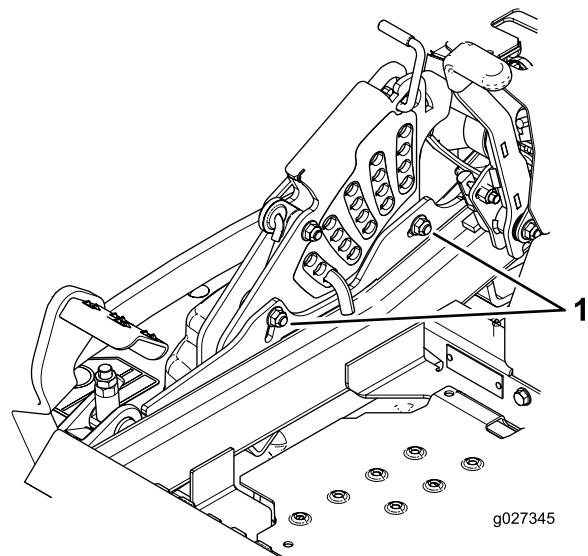

Figura 98
11. Per agire sull'impianto di regolazione da un punto unico, allentate i 2 bulloni alla base della piastra dell'altezza di taglio (Figura 98).
13. Serrate i 2 bulloni alla base della piastra dell'altezza di taglio (Figura 98).